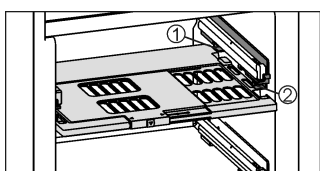

Fig. 5
- ▶ Introduzir placa reguladora de umidade: Introduzir filetes de topo da placa por baixo na retenção posterior Fig. 5 (1) e encaixar na frente na fixação Fig. 5 (2) prevista.